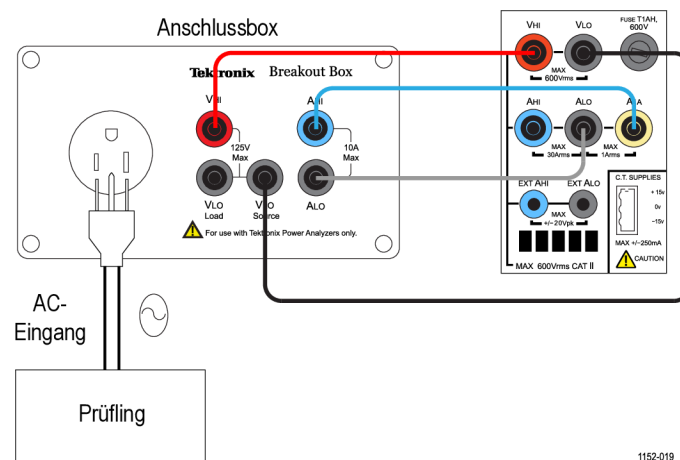

Abbildung 54: Anschlussdiagramm für Standby-Leistungsmessungen
- Schließen Sie den Prüfling mithilfe einer Tektronix Anschlussbox (BB1000) an, wie im Anschlussdiagramm dargestellt. (Siehe Abbildung 54.)